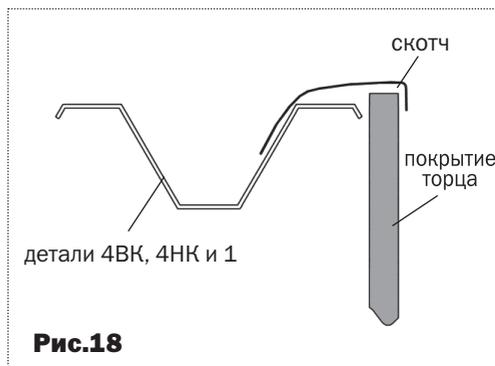

Рис.18
4. Подровняйте ножом куски покрытия по дугам **4НК** и **4ВК** и детали **1**, а затем закройте полученный срез скотчем в соответствии с **рис.18**.